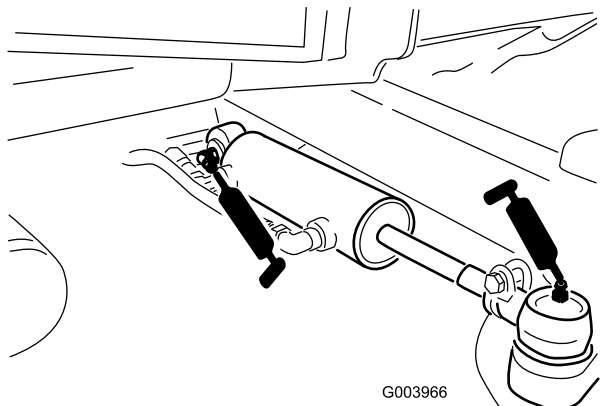

図 78
- ステアリングシリンダのボールジョイント 2ヶ所 (図 78)